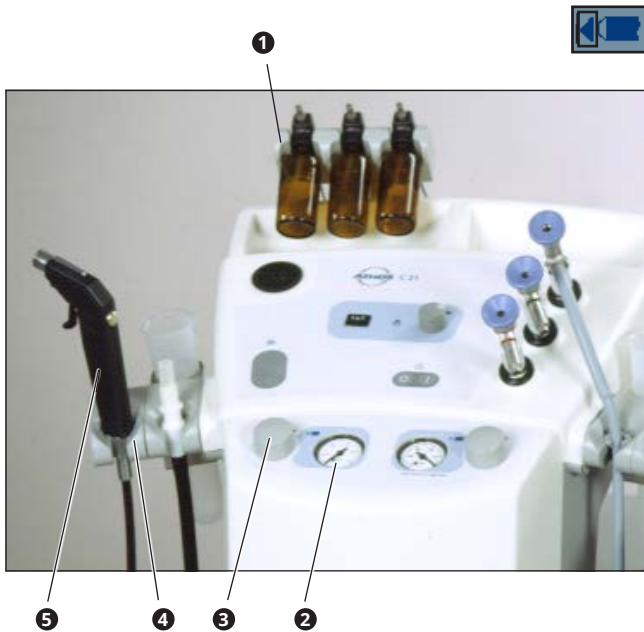

Fig. 17. Sistema de aire comprimido
- La cantidad de aire comprimido es ajustable con un regulador (3, fig. 17) en conjunción con el display (2, fig. 17).